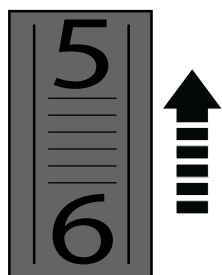

Fig. 5
- > Tournez le sélecteur de vitesse [4] vers la droite (du point de vue illustré ci-après) pour augmenter la vitesse maximale (Fig. 5). Un réglage plus élevé convient pour le ponçage avec des papiers abrasifs à grain fin afin d'obtenir une finition précise.